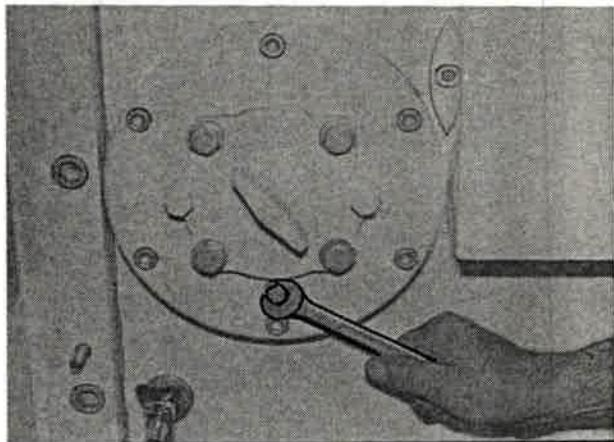

Bild 104
1. Ablaßschraube des Schlammsammelbehälters herausschrauben (Bild 104).